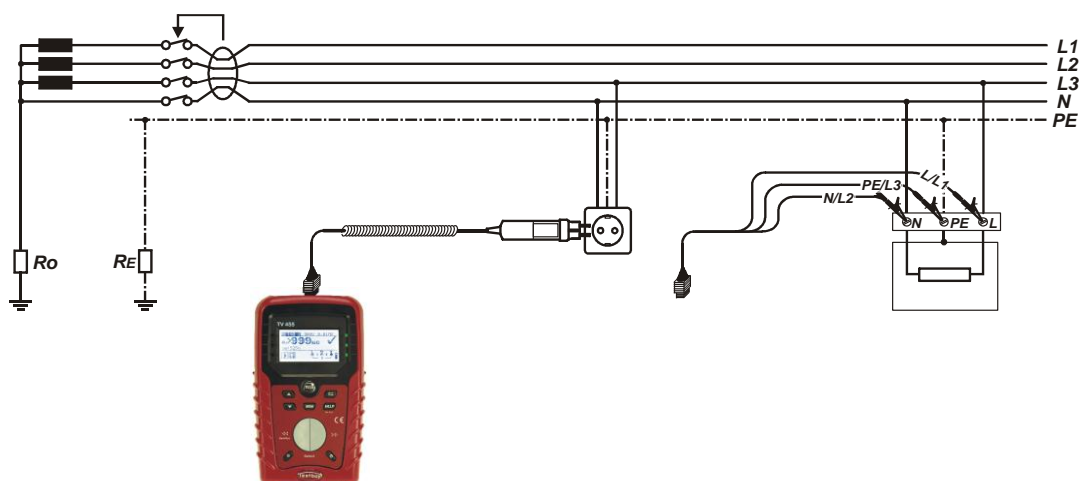

Bild 5.17: Anschluss des Plug Commanders (Netzsteckeradapter) und des Universalprüfkabels
- ❑ **Schließen** Sie die Prüfleitungen am Prüfling **an** (siehe Bild 5.17).
- ❑ **Schließen** Sie die Prüflleitungen am Prüfling **an** (siehe *Bild 5.17*).
<ul style="list-style-type: none"> <li>□ Wählen Sie mit dem Funktionswahlschalter die Funktion RCD.</li> <li>□ Setzen Sie die Unterfunktion auf AUTO.</li> <li>□ Stellen Sie (bei Bedarf) die Prüfparameter ein.</li> <li>□ Schließen Sie das Prüfkabel am Instrument an.</li> <li>□ Schließen Sie die Prüfleitungen am Prüfling an (siehe Bild 5.17).</li> <li>□ Drücken Sie die Taste TEST, um die Messung durchzuführen.</li> </ul>	Start der Prüfung